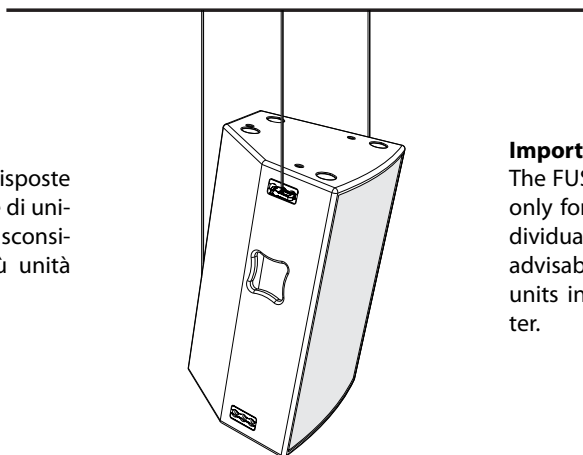

Fig.8
- Installazione verticale singola a 4 punti (fig.8).
- single 4 points vertical installation (fig.8).